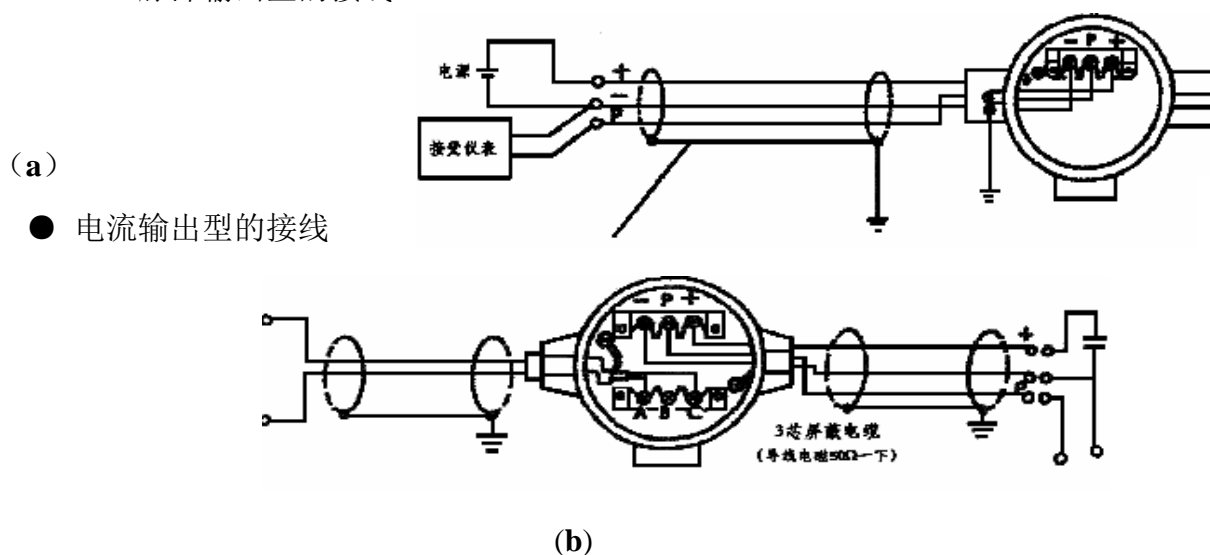

图 8-3 LWGY/TBS-I 接线图
- 2.若要同时使用流量脉冲信号及标准直流信号按图 8-3 (b)接线。
- 3.若只使用单一输出流量脉冲信号，则图 8-3(b)的左端引线不接。
- 4.若只使用单一输出流量标准直流信号，则图 8-3(b)的右端 P 引线不接。